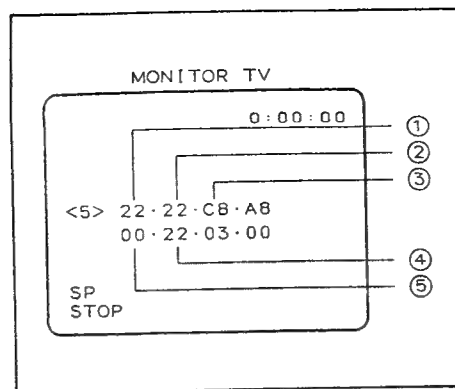

Fig. II-53
(5) Service mode <5> (Fig. II-53, 54)